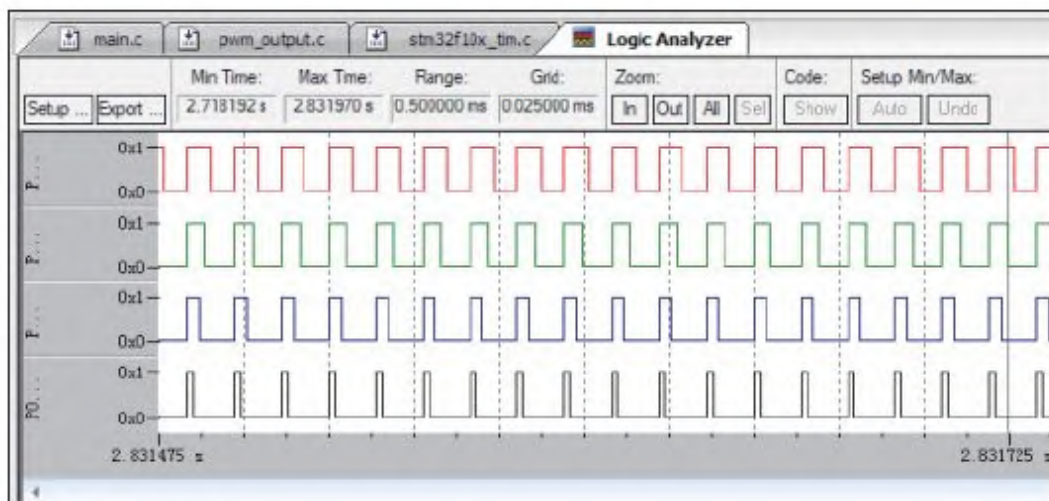

图 13-18 PWM实验现象
6) 这时候正常的话则是出现如图13-18所示的PWM信号，若没有出现逻辑分析仪界面可点击工具栏中的  按钮。